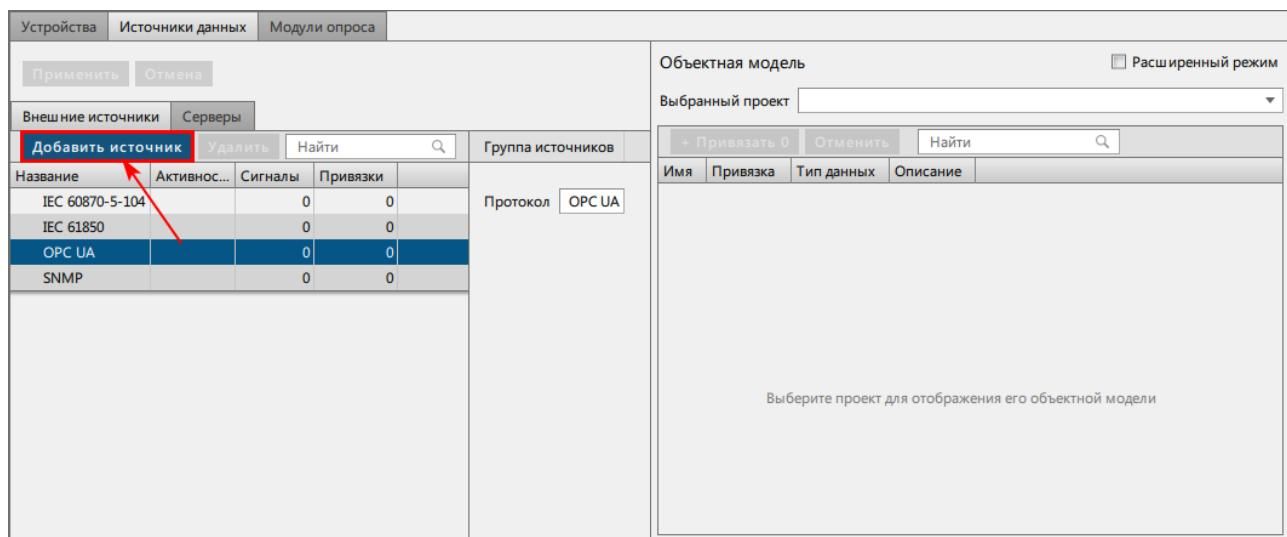

Рисунок 212 - Добавить источник
- Выполните добавление источника: **Источники данных** → **Внешние источники** → **OPC UA** → **Добавить источник** (Рисунок 212).